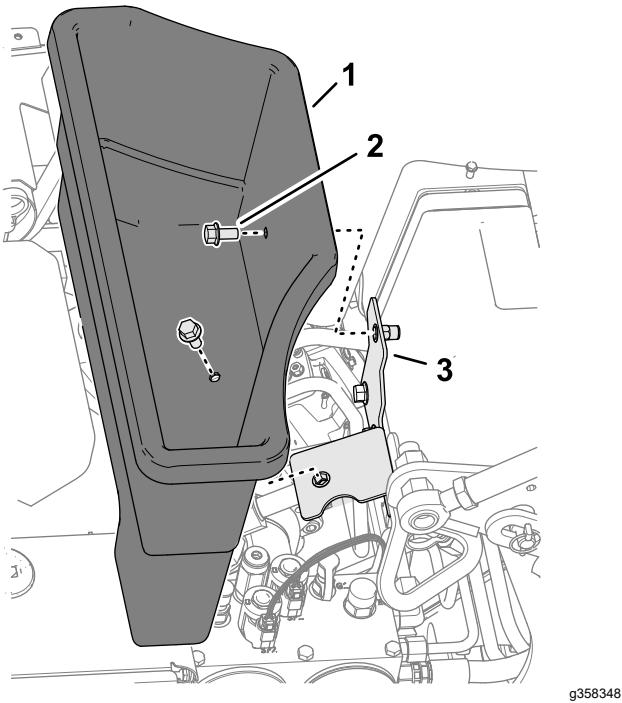

Figura 115
3. Retire los 2 pernos con arandela prensada que fijan el contenedor de almacenamiento al soporte del contenedor (Figura 115).